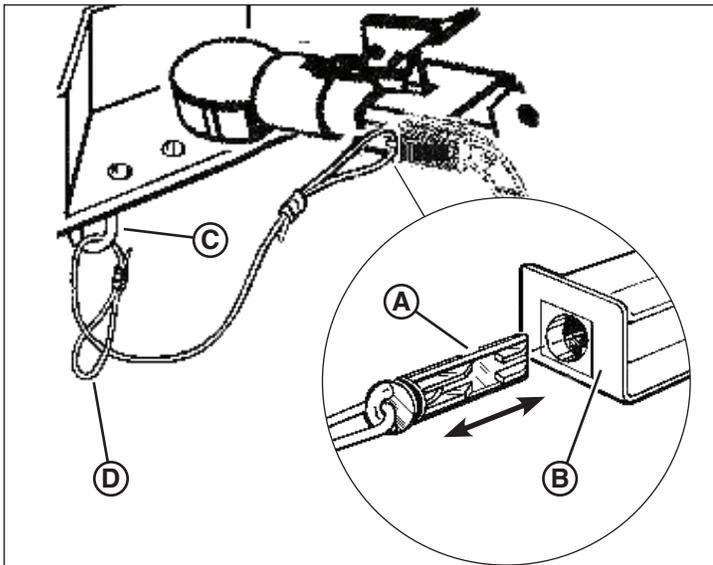

Figura 11
1. Retire el pasador (A, Figura 11) del interruptor de los frenos de separación (B).
3. Pase el pasador por la cavidad de la cadena de seguridad (C, Figura 11) y luego por el bucle del cable de los frenos de separación (D).